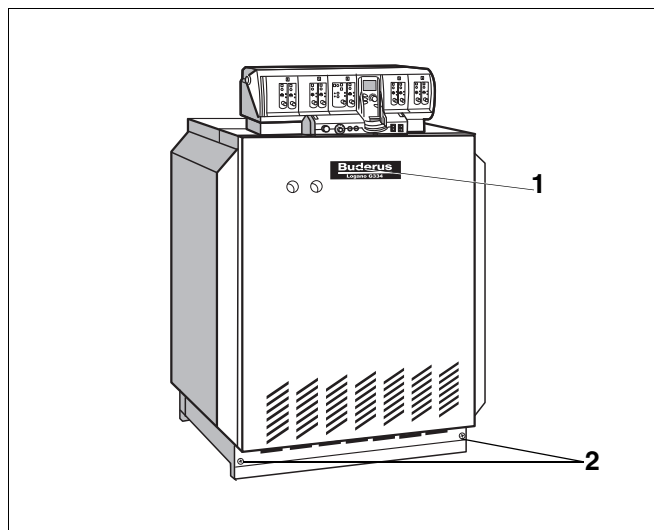

Рис. 37 Установка передней стенки
- Подвесьте переднюю стенку сверху, прижмите и закрепите винтами (Рис. 37, **поз. 2**).
- Нанесите фирменную табличку (Рис. 37, **поз. 1**) на переднюю стенку.